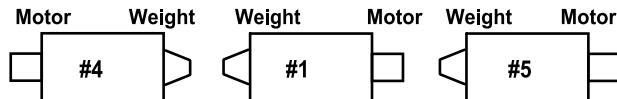
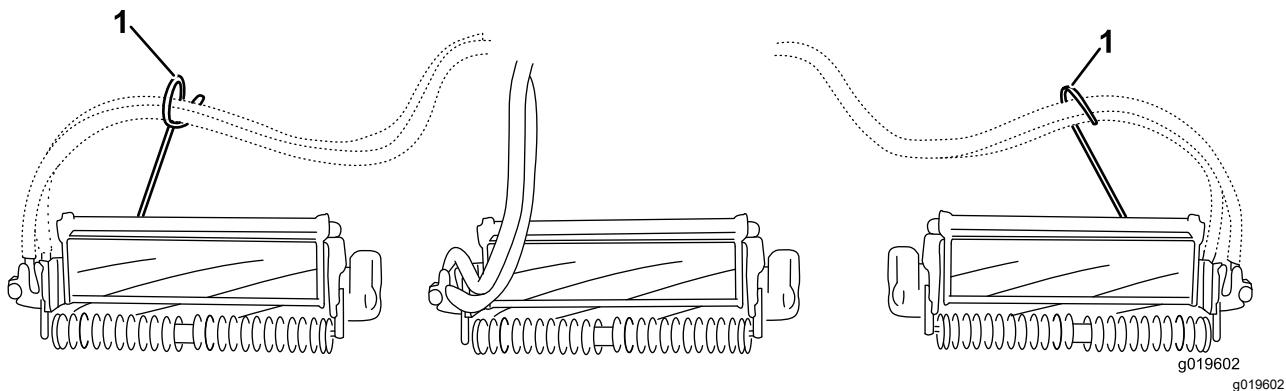
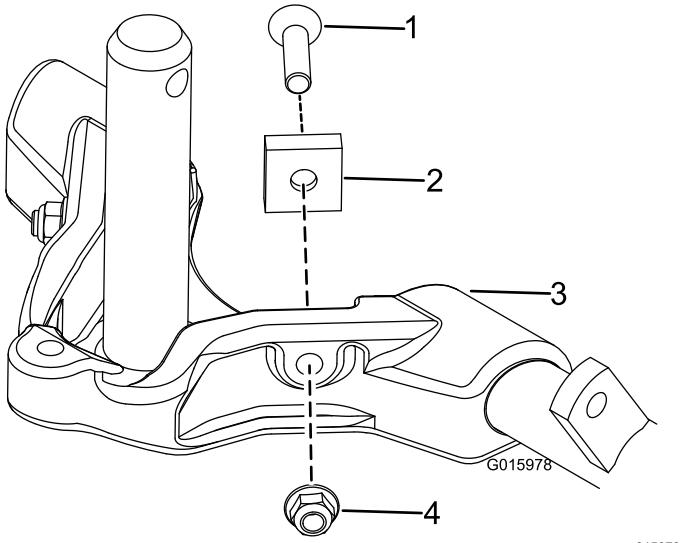

Figure 12
Figure 14
Figure 15
Important: Sur le plateau n° 4 (avant gauche) ou n° 5 (avant droit), utilisez les écrous de fixation du support de tige pour monter les guides de flexible devant les pattes du plateau de coupe. Les guides de flexible doivent être inclinés vers le plateau de coupe central (Figure 12 à Figure 14).
6. Augmentez la direction des plateaux de coupe arrière en retirant les (2) entretoises de pivot, vis à tête creuse et contre-écrous à embase (Figure 15) des bâts porteur des plateaux de coupe arrière (n° 2 et n° 3) (Figure 12).